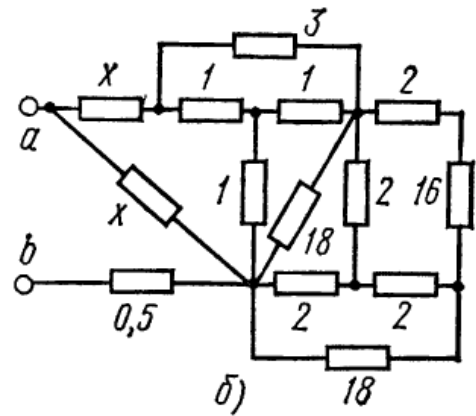

Рис.4.13
**ЗАДАЧА 4.14.** В схеме рис. 4.13 сопротивления всех резисторов, кроме двух, указаны в омах. Сопротивления двух резисторов обозначены  $x$ . Чему равно сопротивление  $x$ , если входное сопротивление схемы относительно точек а и б  $R_{ab} = 1,50\text{м}$ ?